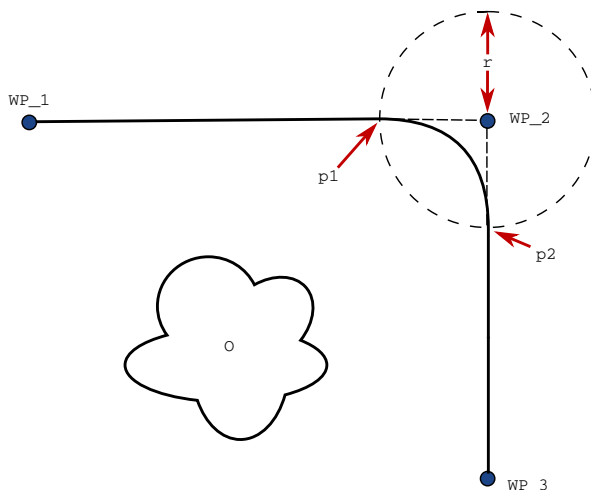

Figura 14.3: Transizione lungo WP\_2 con raggio r, posizione di transizione iniziale in p1 e finale in p2. O è un ostacolo.
**Parametri di transizione** Oltre ai punti percorso, diversi parametri influenzeranno la traiettoria di transizione (vedi figura 14.3):